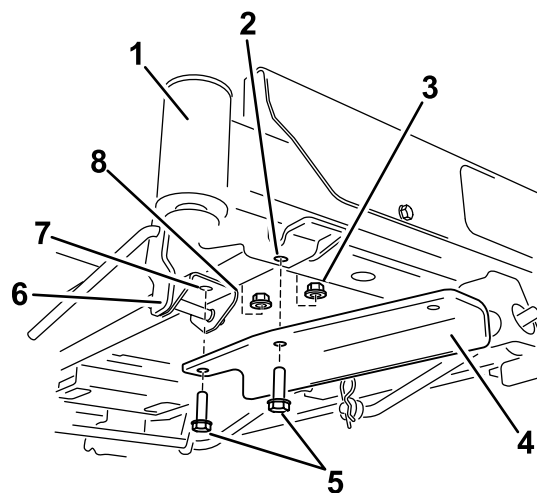

Figura 7
- En las máquinas con pedal de elevación asistida, retire los herrajes delanteros del soporte del pedal de elevación asistida y sujete el soporte usando 2 pernos y 2 contratuercas (**Figura 7**).